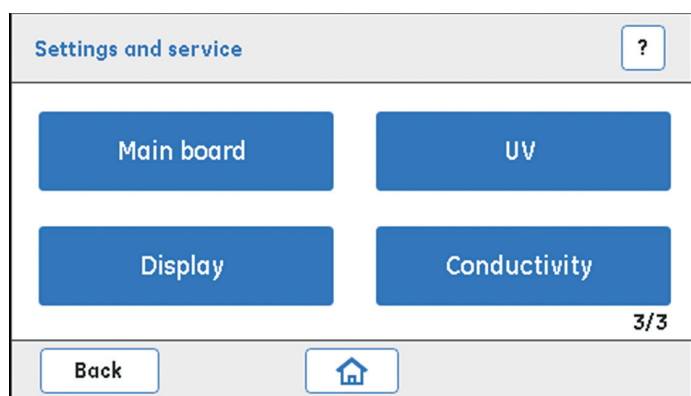

图 8. ÄKTA start 有多种设置和服务选项, 可从显示屏轻松访问。帮助按钮 [?] 为当前活动页面提供指导。
a) 快速启动 (Quick start): “即开即用”的方法模板可基于亲和层析 (AC)、离子交换层析 (IEX)、凝胶过滤 (GF) 和脱盐 (DS) 技术纯化常规蛋白。表 1 中提供了应用示例。方法内已经对层析柱体积、流速、平衡、洗脱模式和收集体积等运行参数进行了预设。用户只需输入进样体积, 并确保系统连接了 U 盘即可。使用快速启动方法时, 样品通过泵来进样。
4) 设置和服务 (Settings and Service): 用于配置、校准、故障排除以及诊断 ÄKTA start 的各个组件 (图 8)。对于列出的部件, 可以使用重要的诊断测试、校准设置和自维护程序。